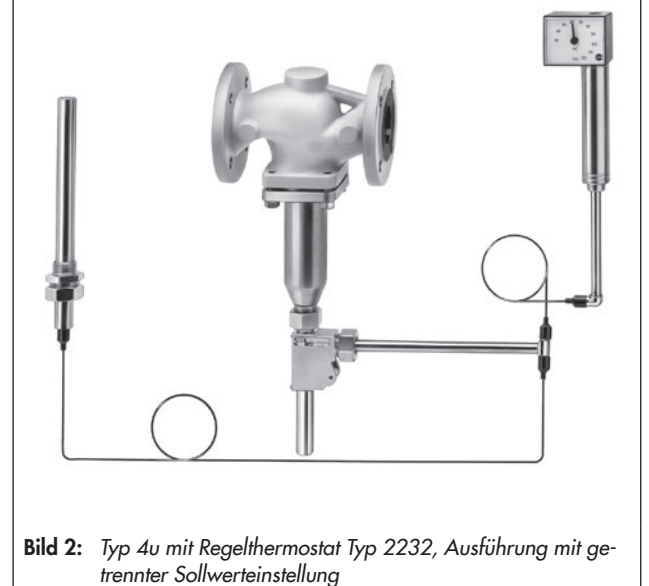

Bild 2: Typ 4u mit Regelthermostat Typ 2232, Ausführung mit getrennter Sollwerteinstellung
- **Typ 2422/2232** (Bild 2) · mit Ventil Typ 2422 und Regelthermostat Typ 2232 für Flüssigkeiten und Dampf · getrennte Sollwerteinstellung · Sollwerte von -10 bis $+250$ °C